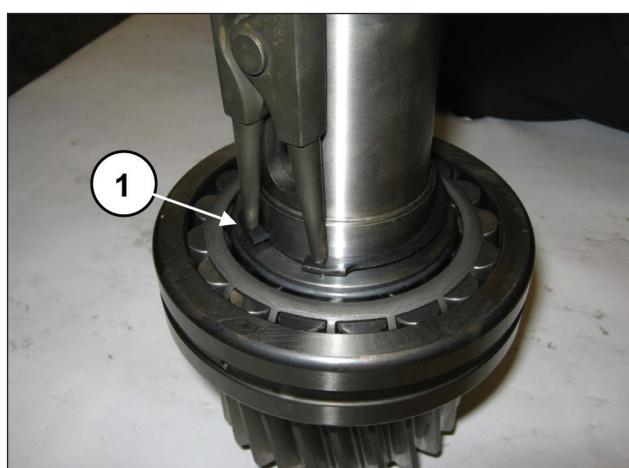
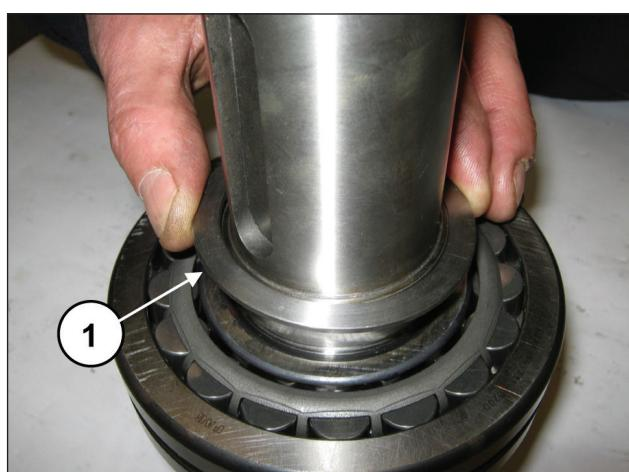

图 9
图 10
从链轮拆除开口环  $\varnothing 55$  (①, 图 9) 和轴承支撑环 (①, 图 10)。